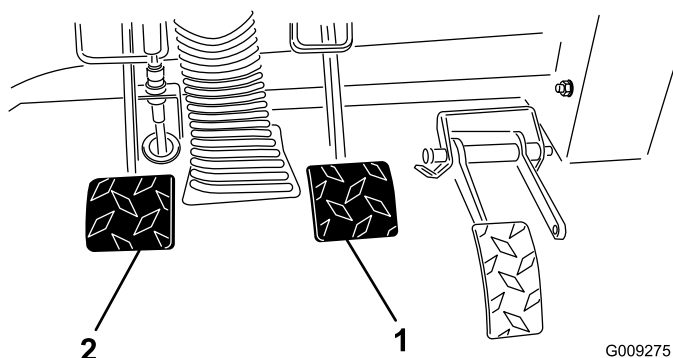

Figura 69
2. Levante o pedal de travão (Figura 69) até que este entre em contacto com a estrutura.